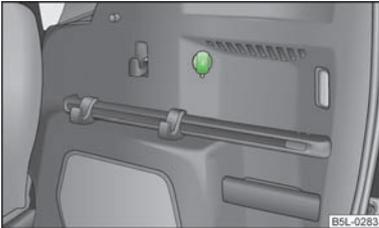

Abb. 70
Im Gepäckraum - » Abb. 70.
- Die Abdeckung der Steckdose öffnen » Abb. 70.